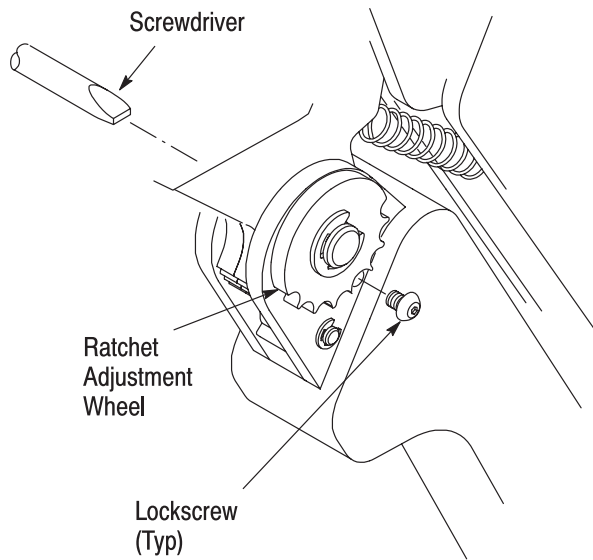

Figure 6
**6. CRIMP HEIGHT ADJUSTMENT (Figure 6)**